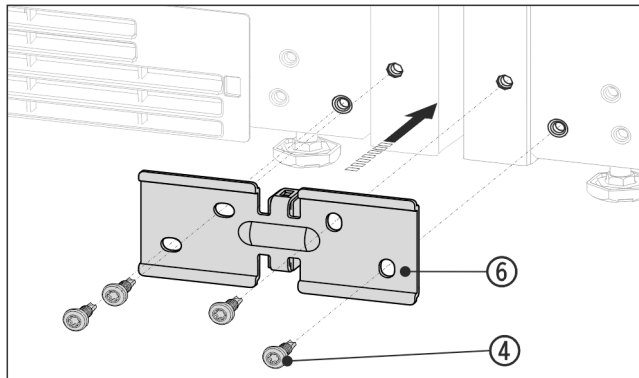

Fig. 15 Beispielhafte Darstellung
- Winkel Fig. 15 (6) mit dem Distanzstück zwischen die Geräte schieben und mit 4 Schrauben Fig. 15 (4) lose anschrauben.